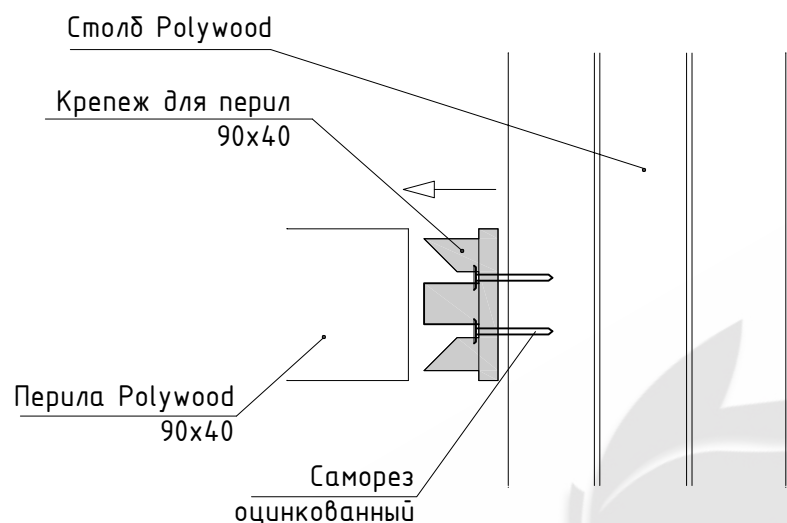

Рис. 3 Крепления перила Polywood 90x40
- Монтаж перила Polywood 90x40 производится с помощью креплений Polywood. (Рис. 3)